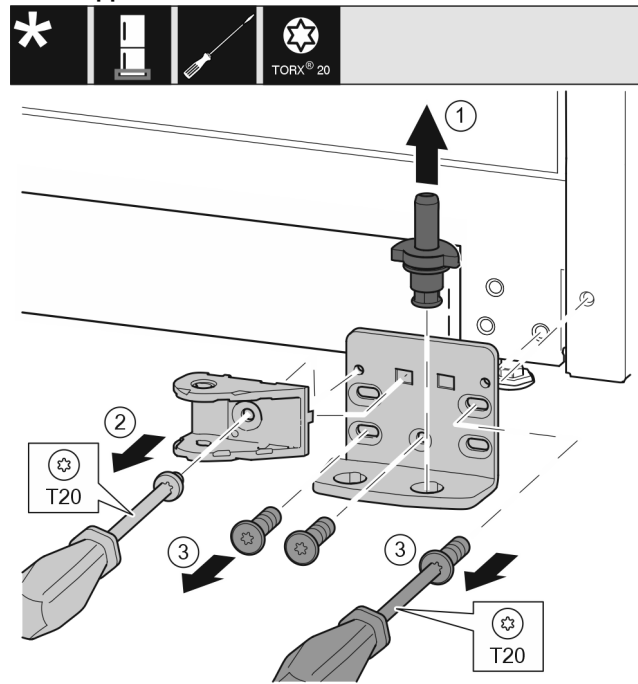

Fig. 34 \*
- ▶ Lagerbouten compleet vanaf de bovenkant eruit trekken. Fig. 34 (1)\*
- ▶ Schroeven met schroevendraaier T20 eruit draaien en de sluitdemperverbinding eraf halen. Fig. 34 (2)\*
- Schroeven met schroevendraaier T20 eruit draaien en de lagerbus eraf halen. *Fig. 34 (3)\**